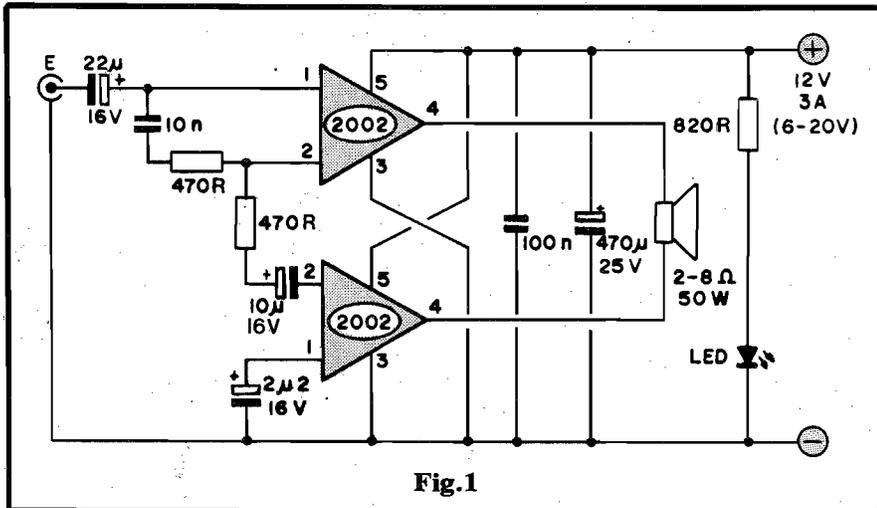

Fig.1
- FIG. 1 - O CIRCUITO - O "esquema" do MODAMP está no diagrama, que mostra, "de cara", a sua grande simplicidade! Toda a ação está centrada em dois Integrados amplificadores de Potência, tipo TDA2002 (que também pode ser encontrado sob outros códigos, como uPC2002, LM383, LM2002, etc.). Tais Integrados, fisicamente se "parecem" com meros transístores de Potência, com a única diferença de apresentarem 5 "pernas" (e não 3, como os ditos transístores), mas, "lá dentro", contém todo um comple-
la Resistência ($P = V^2/R$), temos uma efetiva quadruplicação da "wattagem" (uma vez que a Resistência ôhmica do dito alto-falante seria, na prática, a **mesma**...). Observando o diagrama da fig. 1, o Leitor/Hobbysta notará que o conjunto de resistores e capacitores junto à Entrada do módulo, simplesmente direciona os sinais a serem amplificados, simetricamente às entradas **inversora** e **não inversora** de cada um dos dois TDA2002 (pinos 1 e 2, respectivamente...). A relação entre os valores de tais componentes é também responsável pela determinação do **ganho** (fator de amplificação) geral do conjunto, fixado em valor adequado para as finalidades "universais" pretendidas. Notem ainda a presença do capacitor de Entrada, no valor de 22u, intercalado de modo a isolar para CC os pinos do Integrado (sem o que a eventual "carga resistiva" mostrada pelo módulo que originasse o sinal, poderia interferir com o bom funcionamento do MODAMP...). Outro ponto importante: como a Saída se manifesta em **contra-fase** (ou seja: um "desenho" simétrico de ondas, porém em opostas polaridades...), não há necessidade daquele "baita" capacitor eletrolítico (geralmente de 1000u ou mais...) que normalmente se usa para acoplar o alto-falante (economizamos espaço e custo, com tal ausência...). O dito alto-falante é, simplesmente, ligado a ambas as Saídas (pinos 4) dos amplificadores individuais que formam a "ponte"! A
FIG. 3 - CHAPEADO DA MONTAGEM (A COLOCAÇÃO E SOLDAGEM DOS COMPONENTES SOBRE A PLACA) - Vemos, agora, o Circuito Impresso pelo "outro lado" (com relação à figura anterior), ou seja: pela face não cobreada, onde todos os componentes encontram-se demarcados com grande clareza, através de estilizações, códigos, valores, polaridades, etc. (notem que - com relação ao "esquema" da fig. 1 - apenas o LED e o alto-falante "não constam", uma vez que devem ser colocados fora da placa - detalhes na próxima figura...). A maior dose de atenção, como sempre, deve ser direcionada para a colocação dos componentes polarizados (Integrados e capacitores eletrolíticos, no caso...). Quanto aos TDA2002, as suas lapelas metálicas devem ficar voltadas para a borda (superior, na figura) da placa. Os eletrolíticos, todos, têm suas polaridades marcadas, porém é sempre bom notar que a dita polaridade costuma ser indicada no próprio "corpo" da peça, graficamente, além do fato de que os terminais **positivos (+)** são geralmente as "pernas" mais longas do componente... Quanto aos resistores e aos capacitores de poliéster, é só respeitar a relação valor/posição. Em dúvida, lá nas primeiras páginas está o TABELÃO APE para
- FIG. 1 - O CIRCUITO - A fig. 1 mostra o diagrama esquemático do circuito da SINEL. Tudo está "centrado" num único Integrado C.MOS, que pode ser tanto um